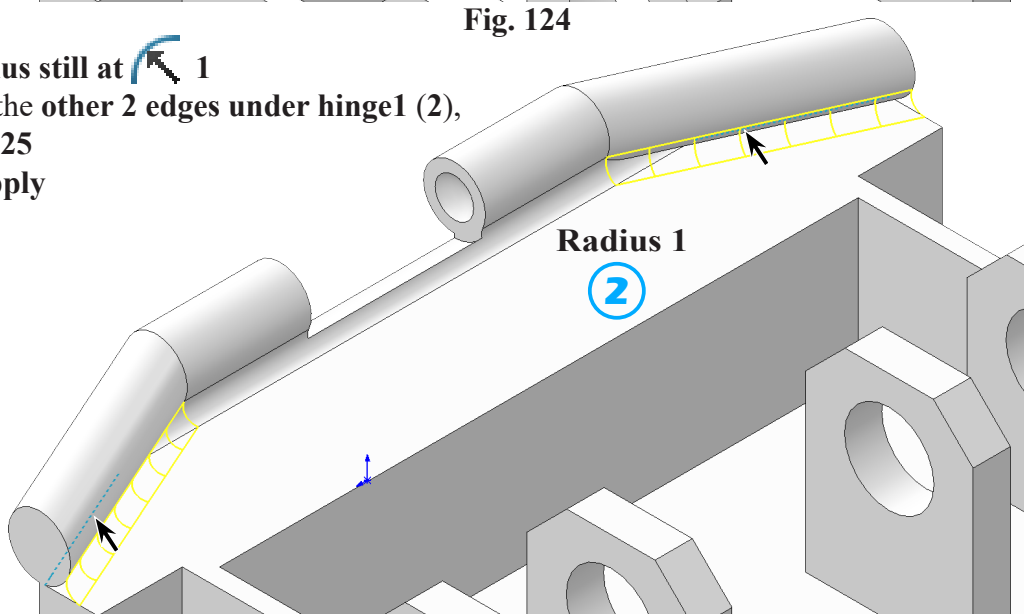

Fig. 124
click edge under hinge1 (1), Fig. 124